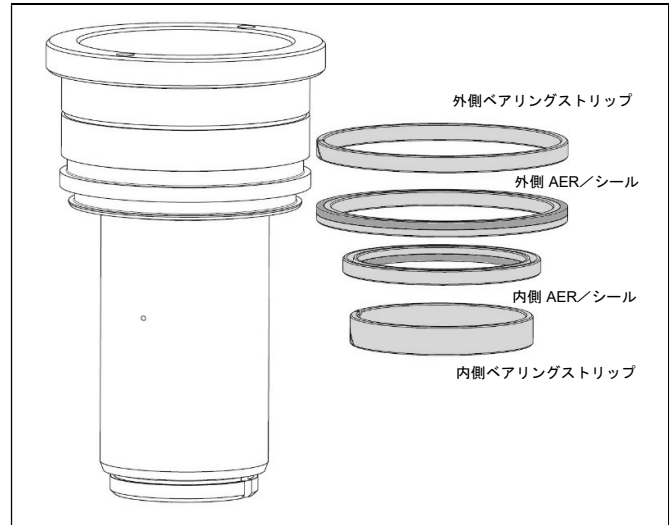
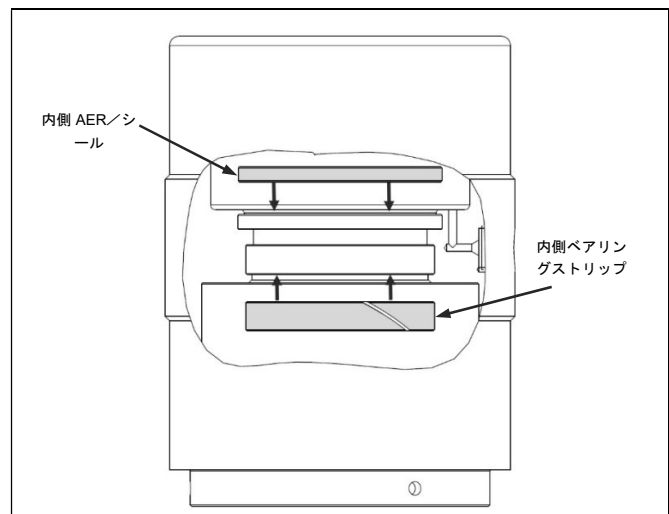

図 4.4 ピストン、外側 AER/シール、内側 AER/シール、ベアリングストリップ
図 4.6 内側シールの挿入後、内側 AER を挿入
シールキットは内側シールと外側シールで構成されており、いずれも 2 個の部品で構成されています。メインシールは赤色ポリウレタンエラストマー製で非常に柔軟性があり、突き出し防止リングはより硬い素材で製造されています。組み立て前または組み立て中に、突き出し防止リングが損傷していないことを十分に確認してください。（図 4.4）
**注記** 図 4.4 から図 4.6 は単純な目安として使用してください。お使いのテンショナーに使用されている部品は実際の部品と外観が少し異なる場合があります。
本体とピストンを上下逆にして、メインシールに対して少し角度を付けるように突き出し防止リングをガイドし、一方の側から始め、突き出し防止リングを指でやさしく押しながら、突き出し防止リングをメインシールの裏側にはめます。（図 4.6）